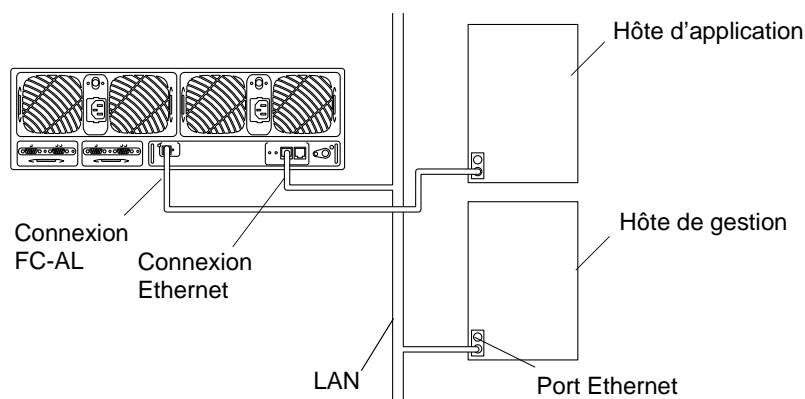

FIGURE 1-4 Configuration de groupe de travail
- **Groupe de travail.** Cette configuration haute performance, haut RAS et dotée d'un unique contrôleur RAID matériel avec cache, consiste en une baie indépendante. L'unité comporte des composants *échangeables à chaud* redondants et neuf lecteurs (FIGURE 1-4).